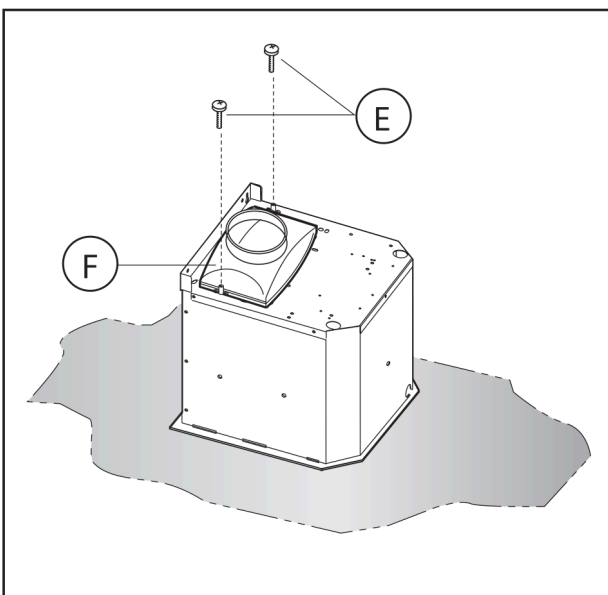

Fig.7
Det minimala avståndet mellan kokkärlens underlag på kokhällen och spisfläktens nedre del måste vara minst **65 cm**. i det fall ett anslutningsrör används som består av två eller flera delar, måste den övre av delarna träs utanpå den undre delen. Anslut inte kåpans utloppsrör till luftkanaler i vilka varmluft cirkulerar, eller kanaler som används för att evakuera rök från apparater som drivs med annan typ av energi än elektrisk energi. För att förenkla handhavandet av apparaten ska antifettfiltret/-en tas ur innan monteringsmomenten påbörjas (Fig.7).
- Om din produkt är försedd med en anslutningsfläns, ska monteringen göras enligt Fig.7 innan kåpan monteras på stommen. Ta fram anslutningsflänsen **F** och montera den på den övre delen av kåpans insugningsenhet med 2 skruvar **E** (Fig.7).